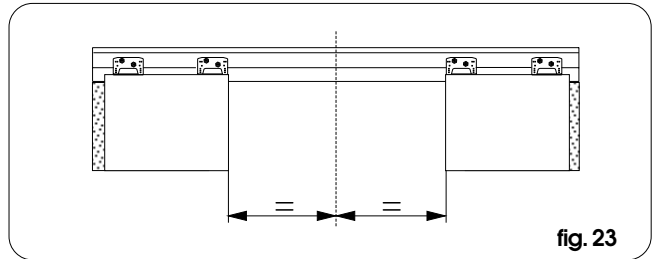

fig. 23
- ➔ Plaats de geopende vleugels op gelijke afstand tot de middellijn van de dwarsbalk (die ook de sluitrand vormt) zoals op fig. 23.